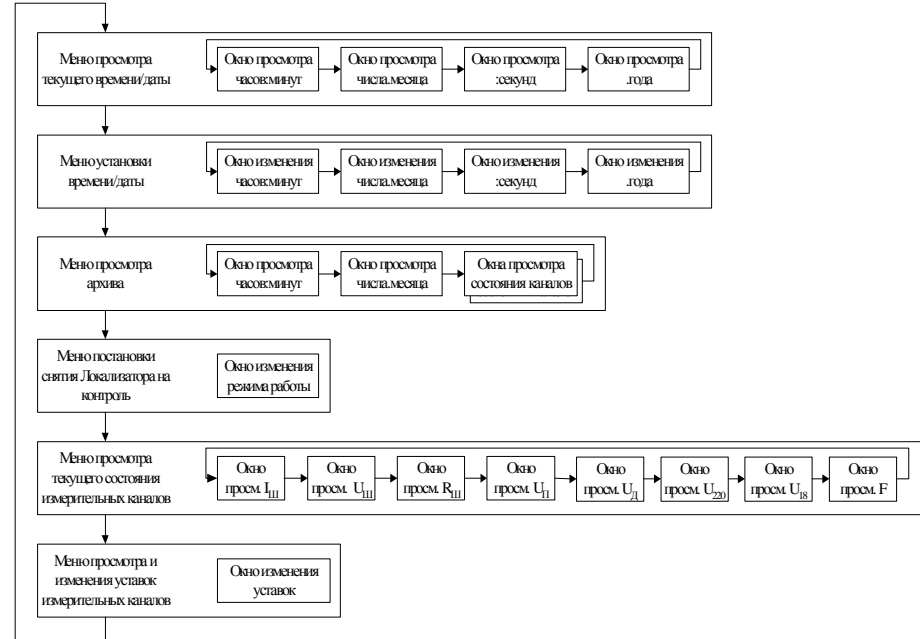

Рисунок 4. Структура меню локализатора
2.3.2 Интерфейс пользователя построен как иерархическое меню (рисунок 4), перемещение по пунктам которого производится с помощью клавиатуры.